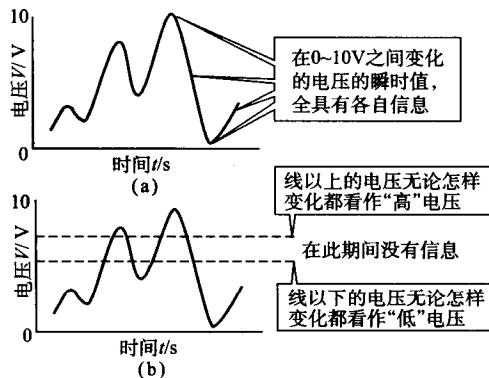
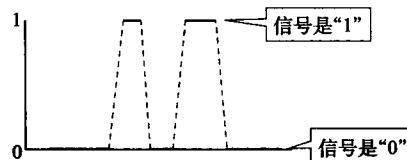

图 1.2
图 1.3
- ② 模拟信号。用连续量的大小(电压、电流等)表示的信号称为
**【例题 1.1】** 图 1.2(a)、(b) 的电压波形是数字信号还是模拟信号？
**【解答】** 图 1.2(a) 中, 电压的大小随时间连续变化。图 1.2(b) 中, “高”电压用“1”表示, “低”电压用“0”表示, 如图 1.3 所示。故图 1.2(a) 是模拟信号, 图 1.2(b) 是数字信号。